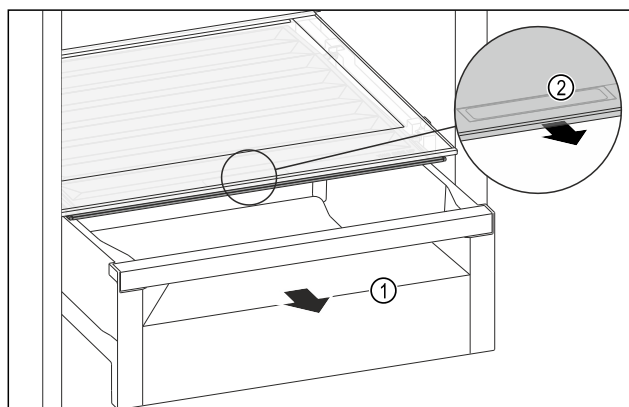

Fig. 101
- ▶ Estrarre il cassetto Fig. 101 (1).
- ▶ Afferrare la maniglia incassata Fig. 101 (2) sul coperchio dello scomparto e tirare allo stesso tempo in avanti il coperchio dello scomparto.